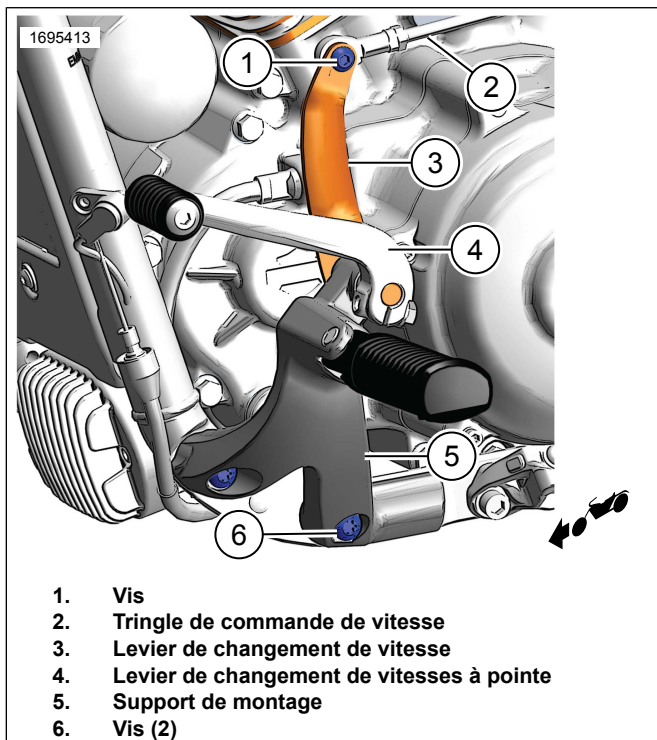
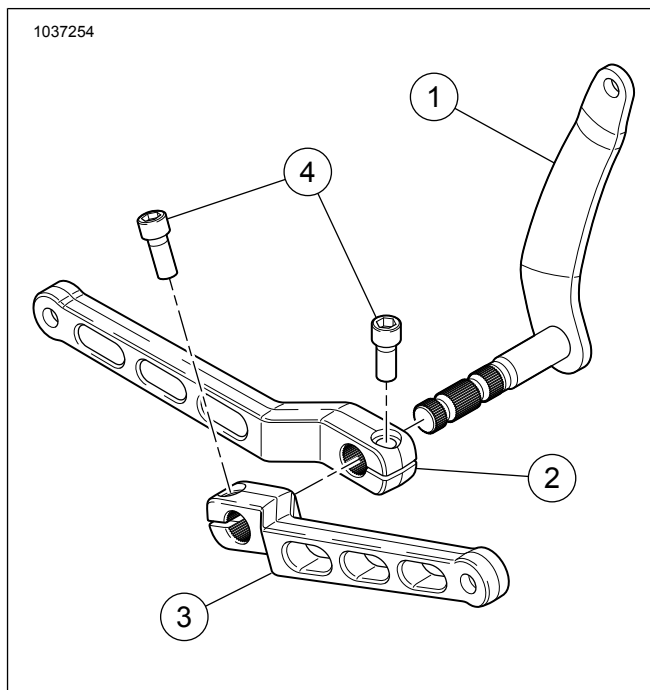
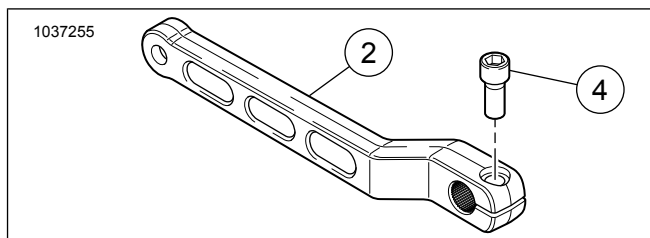
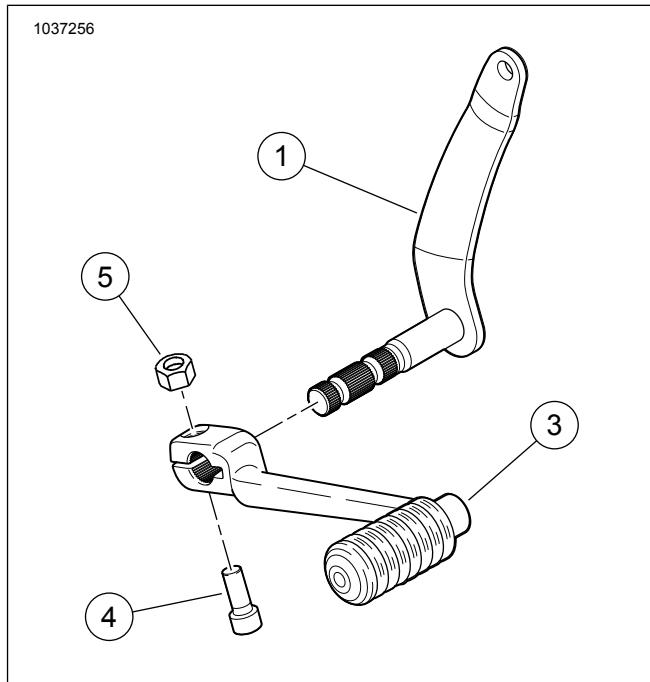

Figure 1. Support pour les pieds
Figure 2. Kit de levier de changement de vitesse talon/pointe
Figure 3. Kit de levier de changement de vitesse de pointe
Figure 4. Kit de levier de changement de vitesse de talon
Consulter Figure 2 , Figure 3 et Figure 4 et Tableau 1 .
1. Voir la Figure 3. Retirer Équipement d'origine (OE) le levier de vitesses. Consulter le manuel d'entretien.
2. Installer le levier de vitesses à pointe(1) au manche cannelé, en s'assurant que l'angle du levier soit la même que celle d'origine lorsque le levier de vitesse a été retiré précédemment.
3. Une fois que le levier de vitesses à pointe est assemblé dans le bon angle, installer une vis à tête creuse (4), et serrer à valeur listée dans le manuel de service.
1. Voir la Figure 1. Retirer OE le levier de vitesses à pointe (4) de l'arbre cannelé de changement de vitesses (3).
2. Retirer OE le levier de vitesses (3) de la tige de changement de vitesses (2).
3. Retirer OE le levier de vitesses (3) de la tige de changement de vitesses (5). Conserver le O-ring et l'entretoise.
4. Retirer les deux vis (6) du support de marche pied du pilote sur le cadre. Conservez les vis.
5. Voir la Figure 2. Installer OE le O-ring et l'entretoise au **nouveau** levier de changement de vitesses (1).
6. Voir la Figure 1. Installer le **nouveau** levier de changement de vitesses (3) au support de montage (5).
7. Appliquer le frein de filet sur les vis (6) retirés plus tôt.
9. Installer le **nouveau** levier de changement de vitesses (3) à la tige de changement de vitesses (2). Serrez la vis (6). Consultez le manuel d'entretien.
10. Voir la Figure 2. Installer le levier de changement de vitesses à pointe (2) à l'arbre cannelé dans l'angle désiré.
- a. Serrer la vis (4). Serrer.
11. Voir la Figure 2. Installer le levier de changement de vitesses à pointe (3) à l'arbre cannelé dans l'angle désiré.